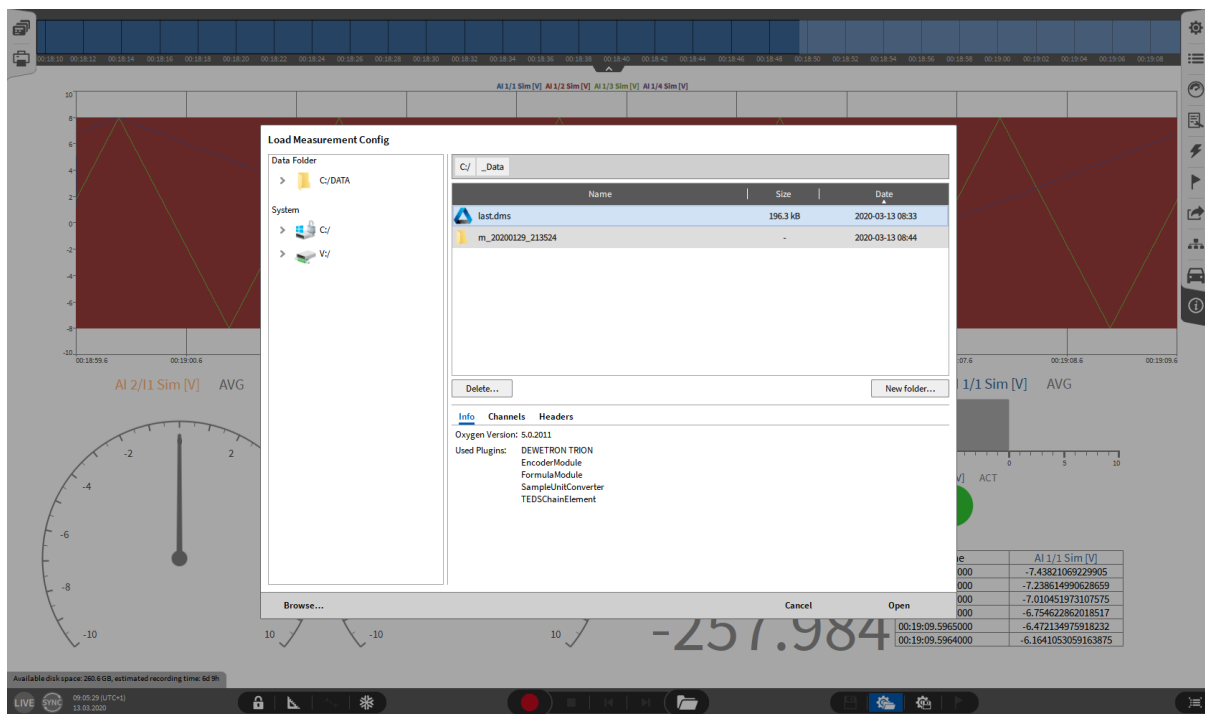

Abb. 3.12: Laden einer Setup-Datei
1. Tippen oder linksklicken Sie auf den Zahnrad- und Ordner-Button in der Aktionsleiste (siehe Abb. 3.12 oder ⑭ in Abb. 3.5)